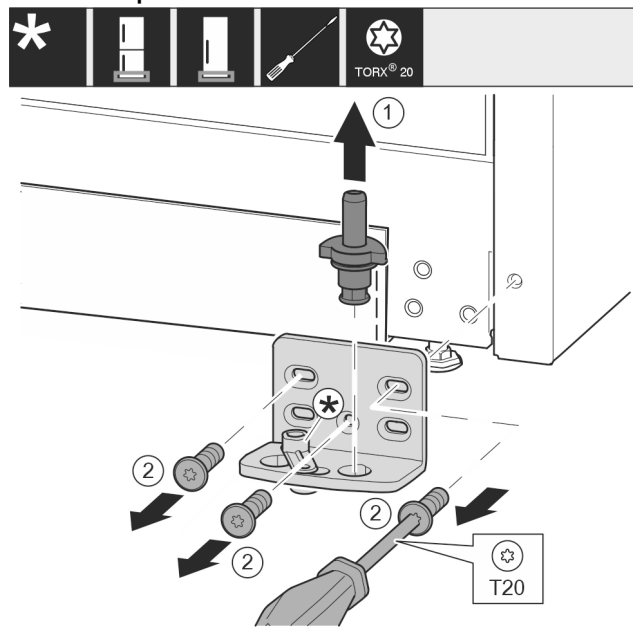

Fig. 10
- ▶ Extrageţi complet bolţul de lagăr în sus. Fig. 10 (1)
- ▶ Extrageţi prin rotire şi detaşaţi şuruburile cu şurubelniţa T20. Fig. 10 (2)